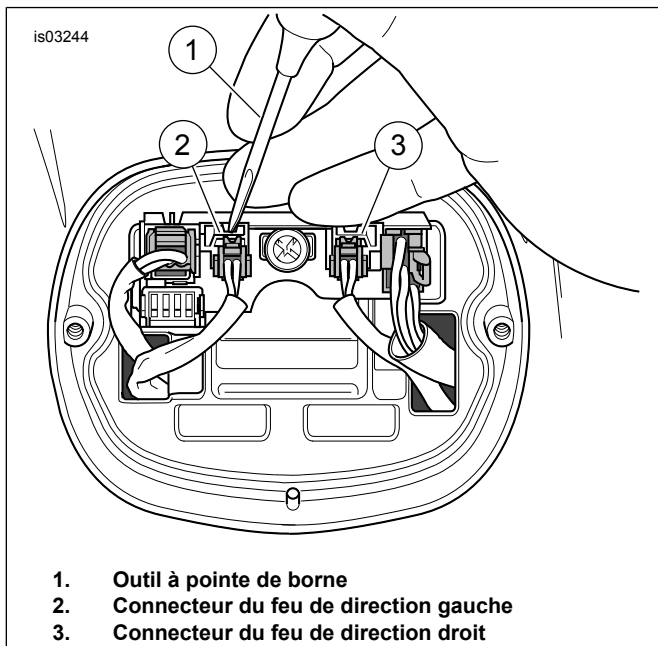

Figure 3. Retirer les connecteurs de feu de direction
4. Voir la Figure 3. À l'aide d'un outil à pointe de borne (1), appuyer sur les languettes de verrouillage et déconnecter les connecteurs de feu de direction (2 emplacements) (2, 3) de la carte de circuit.